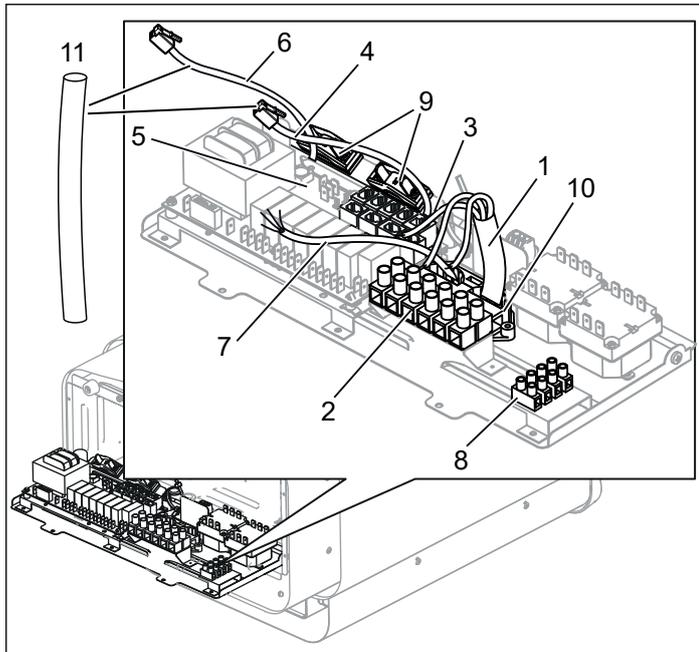
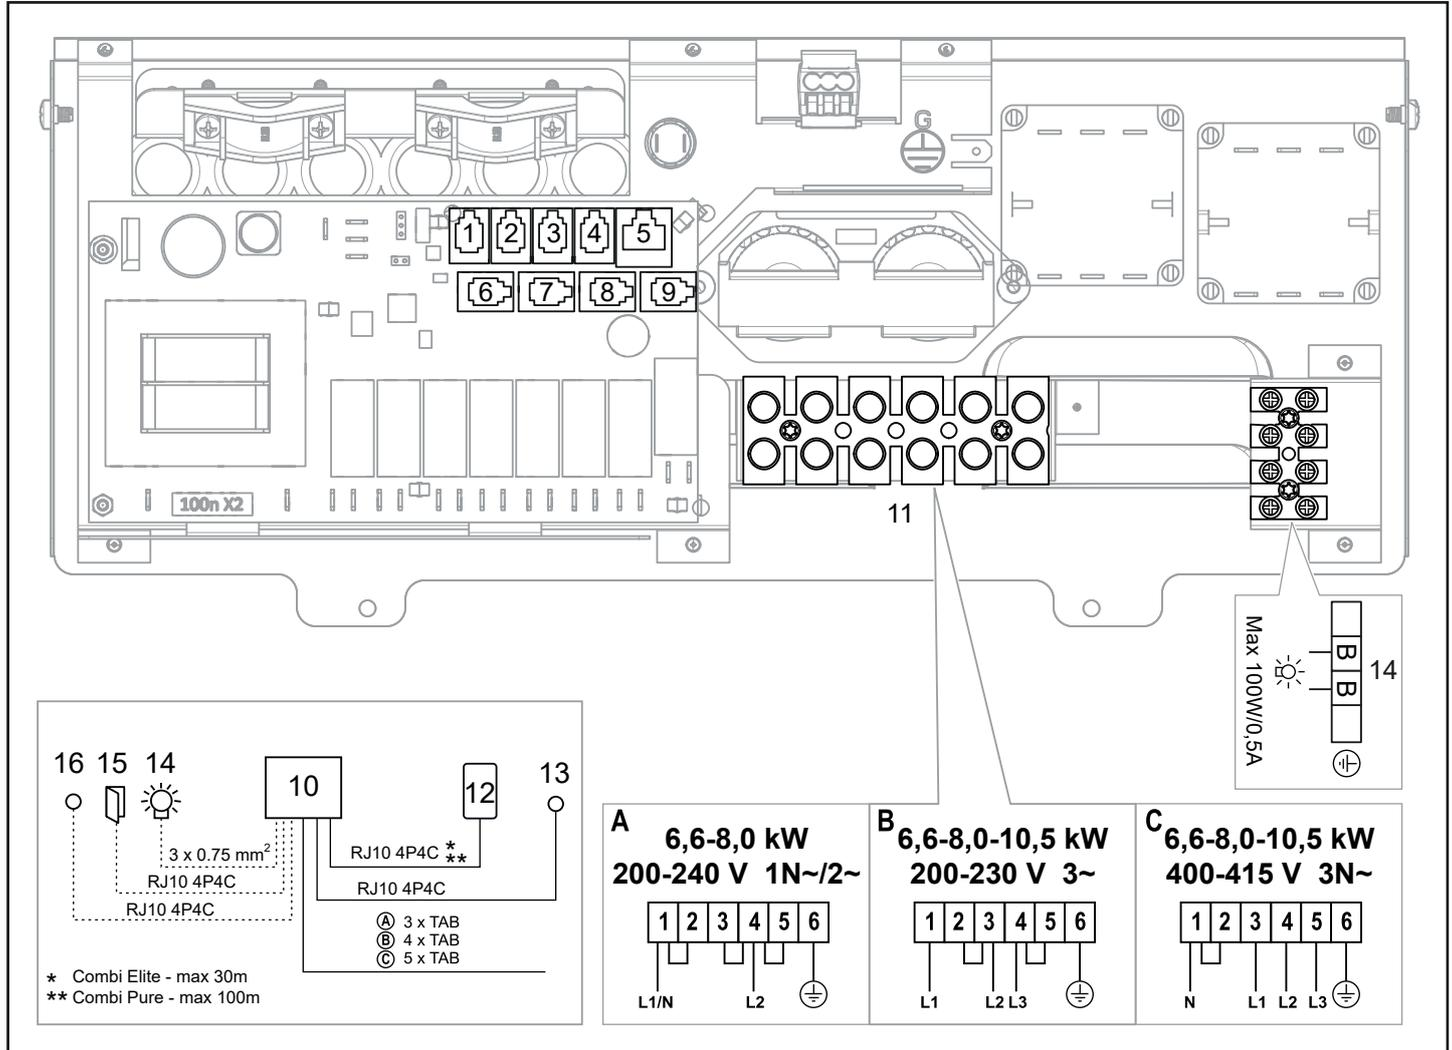

Fig 10: Kretskortet
Fig 17: Kopplingsschema
4. Anslut elkabeln (1) i plint (2) (se Fig 10) enligt kopplingsschema (se Avsnittet Anslutning/kopplingsschema, sidan 7).
5. Dra kablar för manöverpanel och temperatursensor genom kabelgenomföringarna (3). Anslut manöverpanelens kabel (4) i en av de fyra RS485-kontakterna (position 6-9) (5) (se Fig 10) enligt kopplingsschema (se Avsnittet Anslutning/kopplingsschema, sidan 7).
6. **Combi Pure:** Anslut sensorns kabel (6) till NTC-kontakten på kretskortet (position 1) (5) enligt kopplingsschema (se Avsnittet Anslutning/kopplingsschema, sidan 7). **Combi Elite:** Anslut fukt- och tempsensorns kabel (6) i en av de fyra RS485-kontakterna (position 6-9) (5) enligt kopplingsschema (se Avsnittet Anslutning/kopplingsschema, sidan 7).
7. Anslut eventuell kabel till belysning (7) se Fig 10, till plint (8) enligt kopplingsschema Fig 17, sidan 7.
Vid inkoppling till spänningar eller fas-tal, som inte anges i kopplingschema Fig 17, kontakta Tylö kundservice.